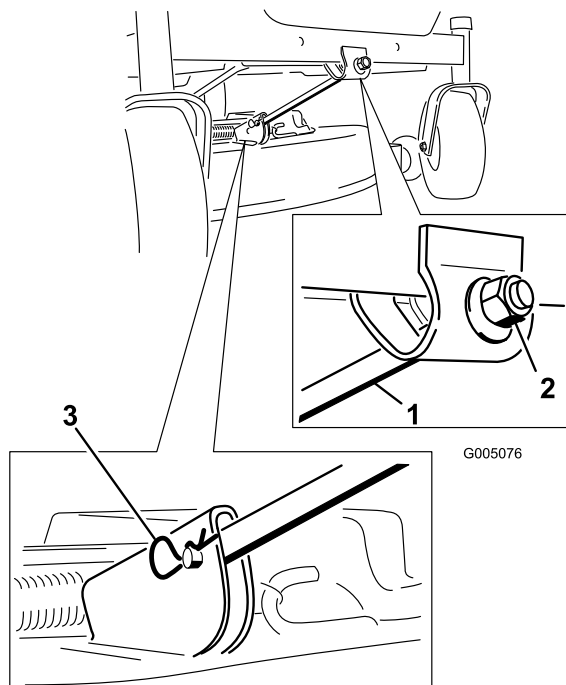

Figure 45
4. Enlevez la goupille fendue et l'axe de chape de la tige de support avant (Figure 45). Abaissez doucement l'avant du plateau de coupe au sol.
6. Fixez la tige de support avant au plateau de coupe à l'aide de l'axe de chape et de la goupille fendue (Figure 45).